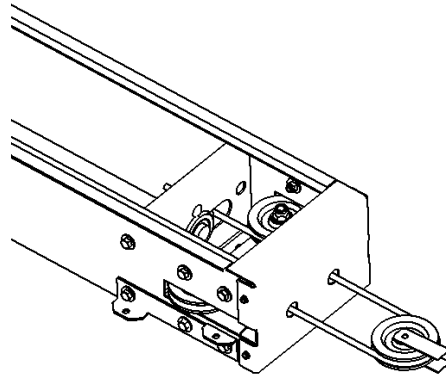

Figura 17
- 24.** Si se está montando la máquina horizontalmente con el fin de tirar los cables directamente desde el final de la máquina, retire (2) tapones de plástico que se encuentra en la parte superior de la máquina para acceder a los agujeros pre-perforados para el paso de los cables. Enlace el cable alrededor del cojinete de soporte de la polea para asegurar una distribución uniforme de la carga en el bloque de carga. Utilice polea V groove de 3 ½ "de diámetro para mantener la separación adecuada de los cables. **(Figura 17)**